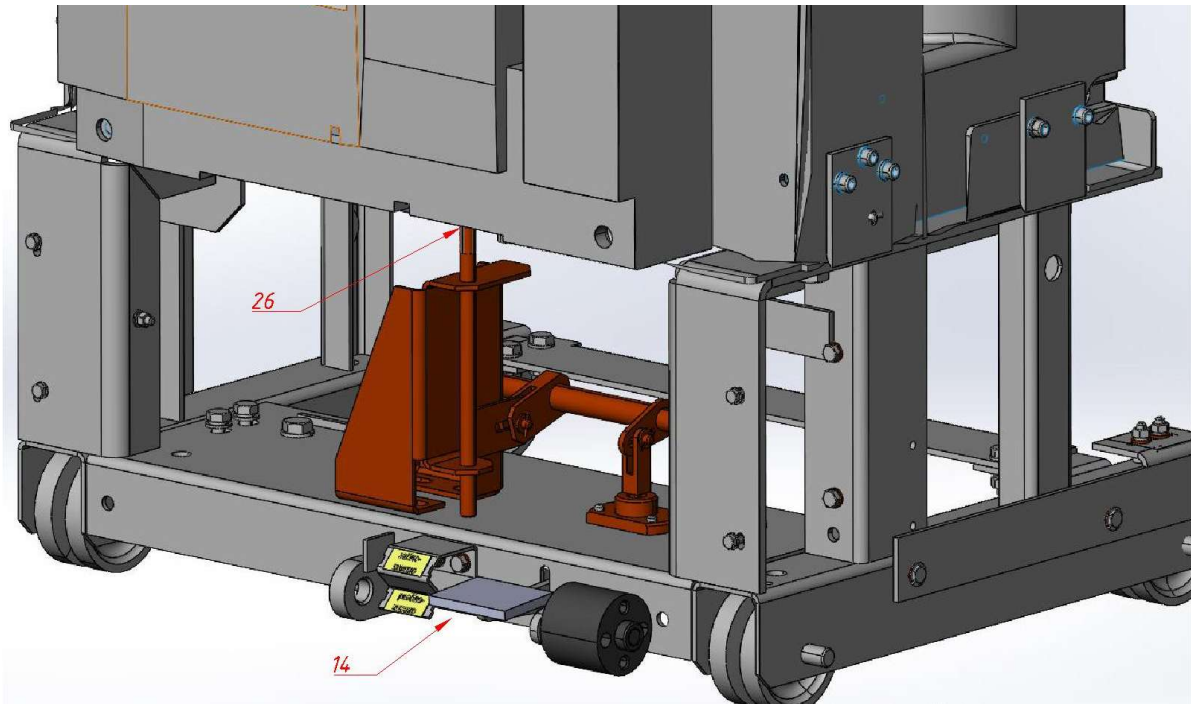

Рисунок 4.12 — Блокування "Вимикач - Візок"
При увімкненому вимикачі тяга блокування (26), що знаходиться нижче вимикача, упирається в педаль (14) і не дає можливості натиснути педаль, звільнити фіксатор положення візка (20), тим самим запобігаючи переміщенню викотного елемента (Рисунок 4.7 та Рисунок 4.12).
Після відключення вимикача, при переміщенні викотного елемента з «робочого» положення в «контрольне», шток механізму фіксації положення візка (20) пересувається вгору (Рисунок 4.7) і впирається в тягу блокування (26), яка блокує вал механізму вимикача, тим самим перешкоджаючи його увімкненню (Рисунок 4.12).